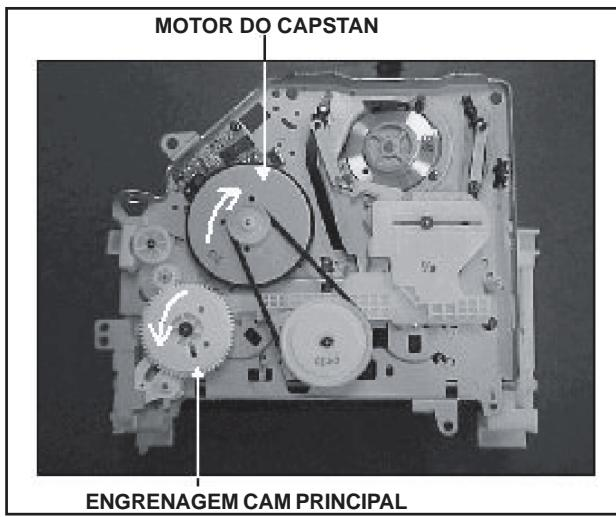

Fig. S9
- c) Gire a Engrenagem Cam Principal no sentido anti-horário (Fig. S9). Até um pouco antes do descarregamento ter sido completado.
d) Gire o motor de capstan no sentido horário (Fig.S9) para remover a fita solta como mostra a figura.
- e) Gire a Engrenagem Cam novamente no sentido anti-horário (Fig. S9) até que toda a fita tenha sido removida (Fig.7).